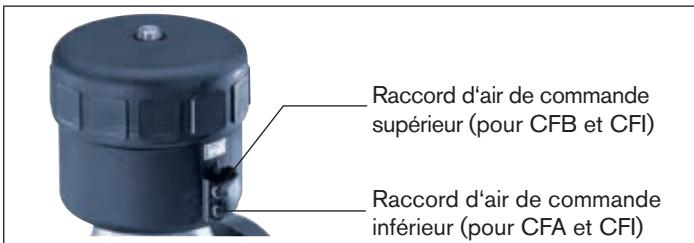

Fig. 20 : Raccord d'air de commande
- Appliquez de l'air comprimé (valeur indiquée sur la plaque signalétique) sur le raccord d'air de commande inférieur (voir « Fig. 20 »). Cela est nécessaire pour que la membrane se détache du corps sans être endommagée.
L'actionneur ne commute pas	Raccord de commande inversé* CFA: → Raccordez le raccord de commande en bas CFB: → Raccordez le raccord de commande en haut CFI → Raccord de commande en haut : fermeture Raccord de commande en bas : ouverture * voir « Fig. 20 »